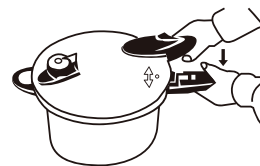

Fig. 5
2. Pressionar ligeiramente a tampa e rodá-la no sentido dos ponteiros do relógio até que as duas pegas estejam niveladas uma com a outra (Fig. 5).